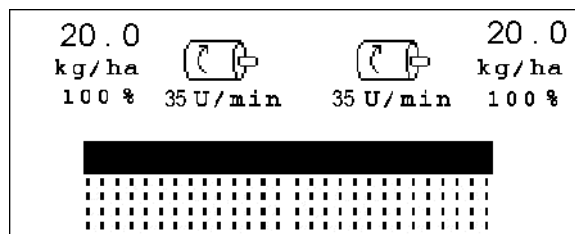

Fig. 43
- La dosificación previa proporciona semillas a las reja para un tiempo de funcionamiento predeterminado (Fig. 43).